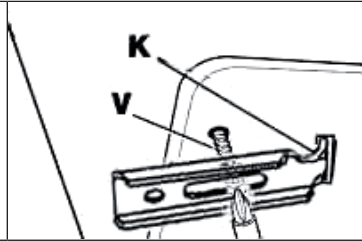

Figura 7
- Rimuovere le strisce protettive dal giunto. Far passare i ganci attraverso l'alloggiamento corrispondente (K) sulla piastra di cottura e inserirli nel foro dell'alloggiamento. Fissare il giunto con le corrispondenti viti di fissaggio (V) (vedi figura 7).
- Per arrivare al quadro dei comandi e al cavo d'alimentazione, bisogna rimuovere il piano cottura dall'alloggiamento svitando le relative viti di fissaggio (V) (vedi figura 7).